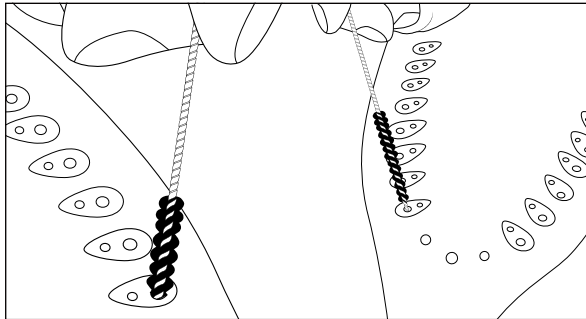

Fig. 13
- 2) Utilice exclusivamente el cepillo de limpieza **11** suministrado para eliminar los depósitos de cal acumulados en los orificios de la suela **8** (consulte la fig. 13).